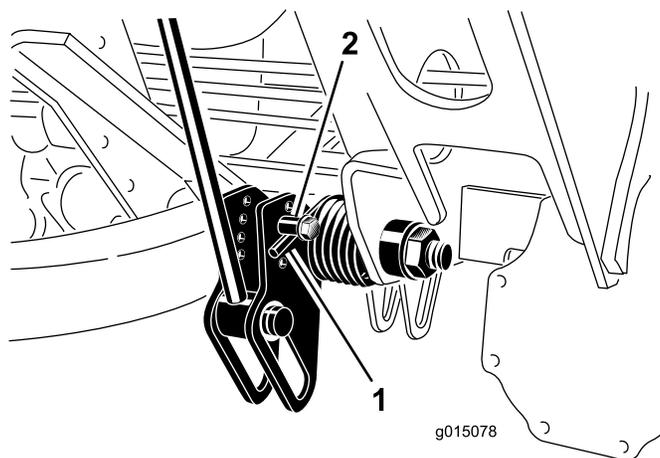

Bild 39
2. Führen Sie ein Rohr oder ein ähnliches Objekt in die lange Feder ein, um die Federspannung während der Einstellung aufzuheben (Bild 39).
3. Wenn Sie die Federspannung aufgehoben haben, nehmen Sie die Schraube und Sicherungsmutter ab, mit denen der Federaktuator an der Halterung befestigt ist (Bild 39).